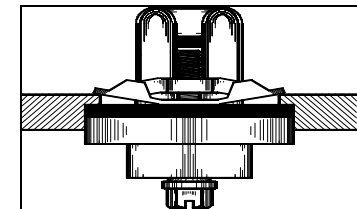

Figure 3 - Chauffe-bloc bien serré dans le bloc.
7. Serrez la vis de verrouillage dans le sens horaire, à un couple maximal de 2,26 à 2,82 N-m (20 à 25 po-lb) (fig. 3)